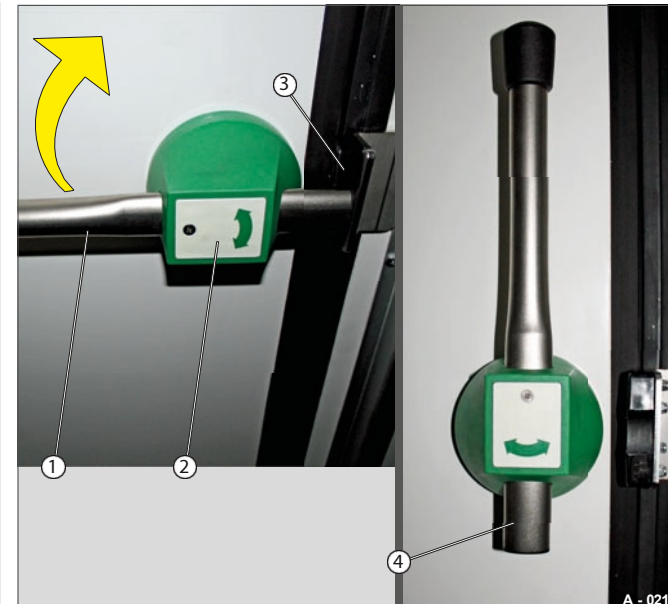

Fig. 21 Oplåsning af håndtaget indefra
! Hvis du er låst inde i kassen, har du mulighed for at nødåbne den indefra. Håndtaget er udstyret med en fluorescerende lysplade (Fig. 21/2), som kan genkendes i mørke.
- Drej håndtaget (fig. 21/1) til lodret position. Påløbsophænget (Fig. 21/3) udløses med håndtagsfæstet (Fig. 21/4).